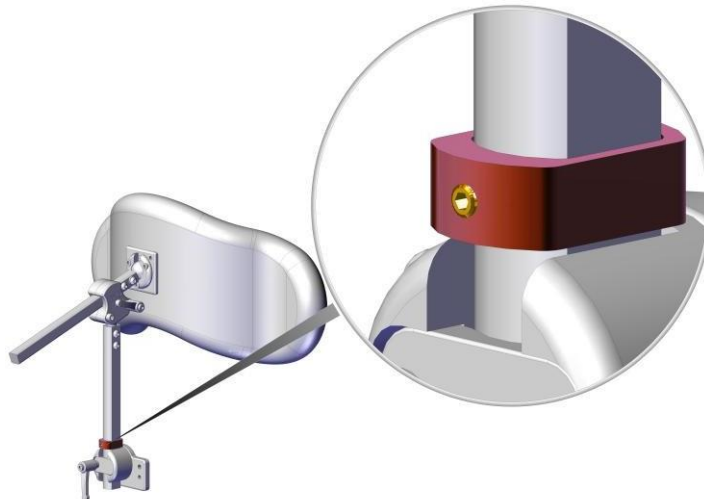

Abb. 6
- Achten Sie darauf, den in der Abbildung 6 dargestellten Stopper in die richtige Position zu bringen, so dass Sie in der Lage sind, die Kopfstütze wieder in der gleichen Höhe einzusetzen